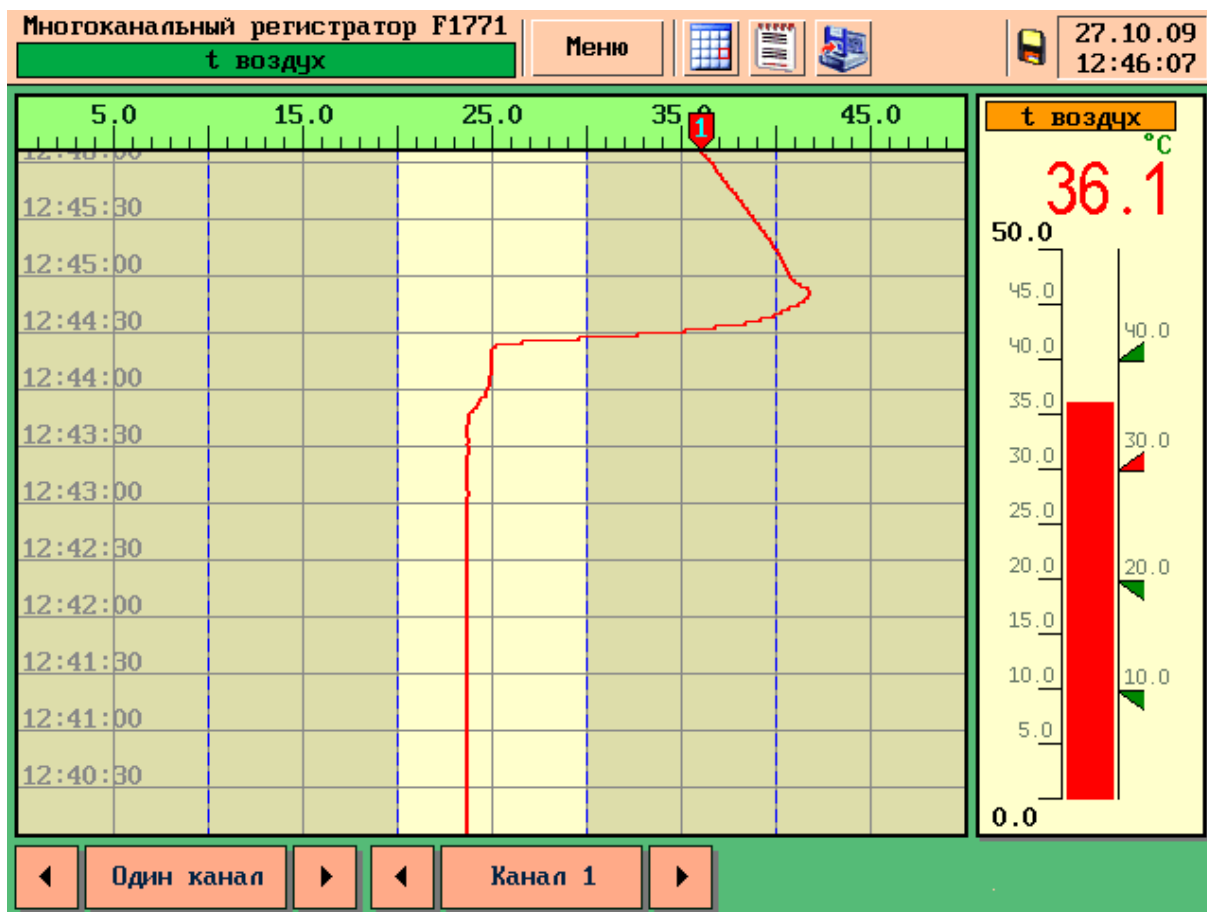

Рисунок 15 – Режим «Один канал»
- график для одного канала (см. рисунок 15);
Режим «Один канал» отображает значение выбранного канала в виде графика и столбиковой диаграммы с цифровым значением, см. рисунок 15.